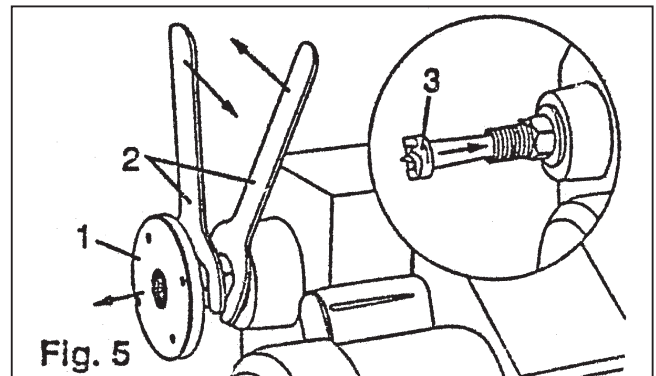

Fig. 5
1. Fjerne planskiven (1) fra drivspindel ved å bruke de to medfølgende nøklene (2) for å separere planskiven fra spindelmutrene. (Fig. 5)
2. Før drivspissen (3) inn i spindelaksen.